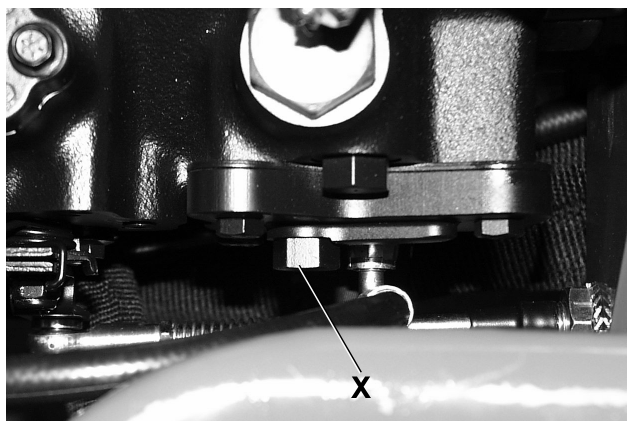

Fig.16
PUSHING THE MACHINE WITH THE ENGINE STOPPED (Fig.16)
STANDSET (Fig.16)**
AVSTÄNGDT (Fig.16)**
8. Attach chain A Fig.16 to cutting unit with pin. Secure with cotter.
8. Fastgør kæde A Fig.16 på klippeenheden med stift og split.
8. Fäst kedjan A (Fig. 16) i skärenheten med pinnen. Lås med sprinten.